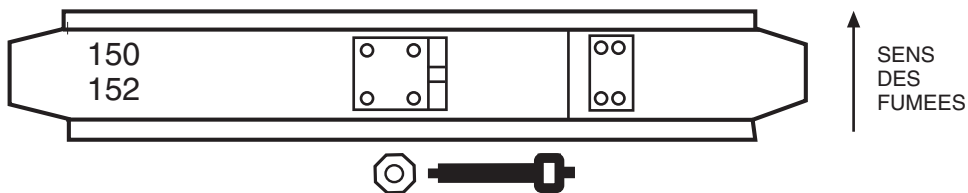

FIG. 2 Exemple d'une bride de sécurité simple paroi Ø 150
- Après avoir emboîté deux éléments, monter et serrer mécaniquement la bride de sécurité sur la paroi externe, en s'assurant que la vis soit bien serrée (8 N.m). Sur chaque bride sont reportées 2 numéros indiquant le diamètre externe du profil; la bride est montée correctement quand la valeur numérique supérieure entre les deux est positionnée vers le bas (voir fig. 2).